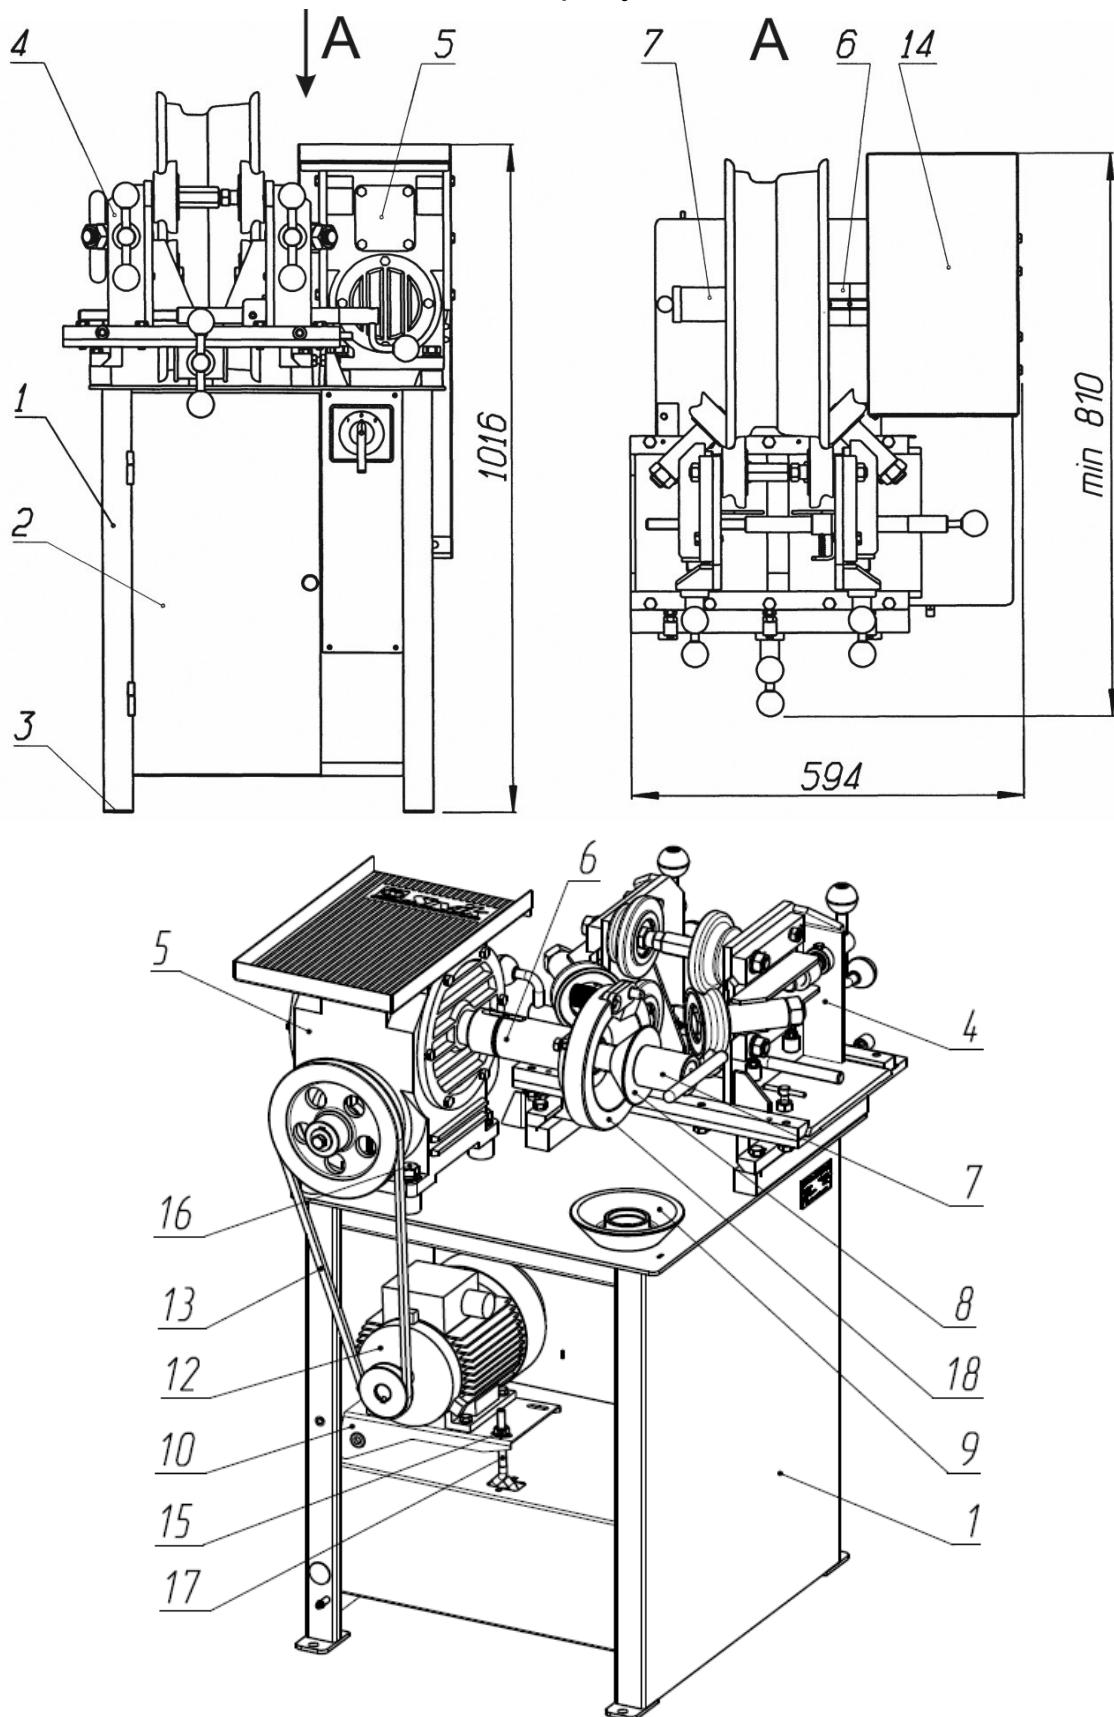
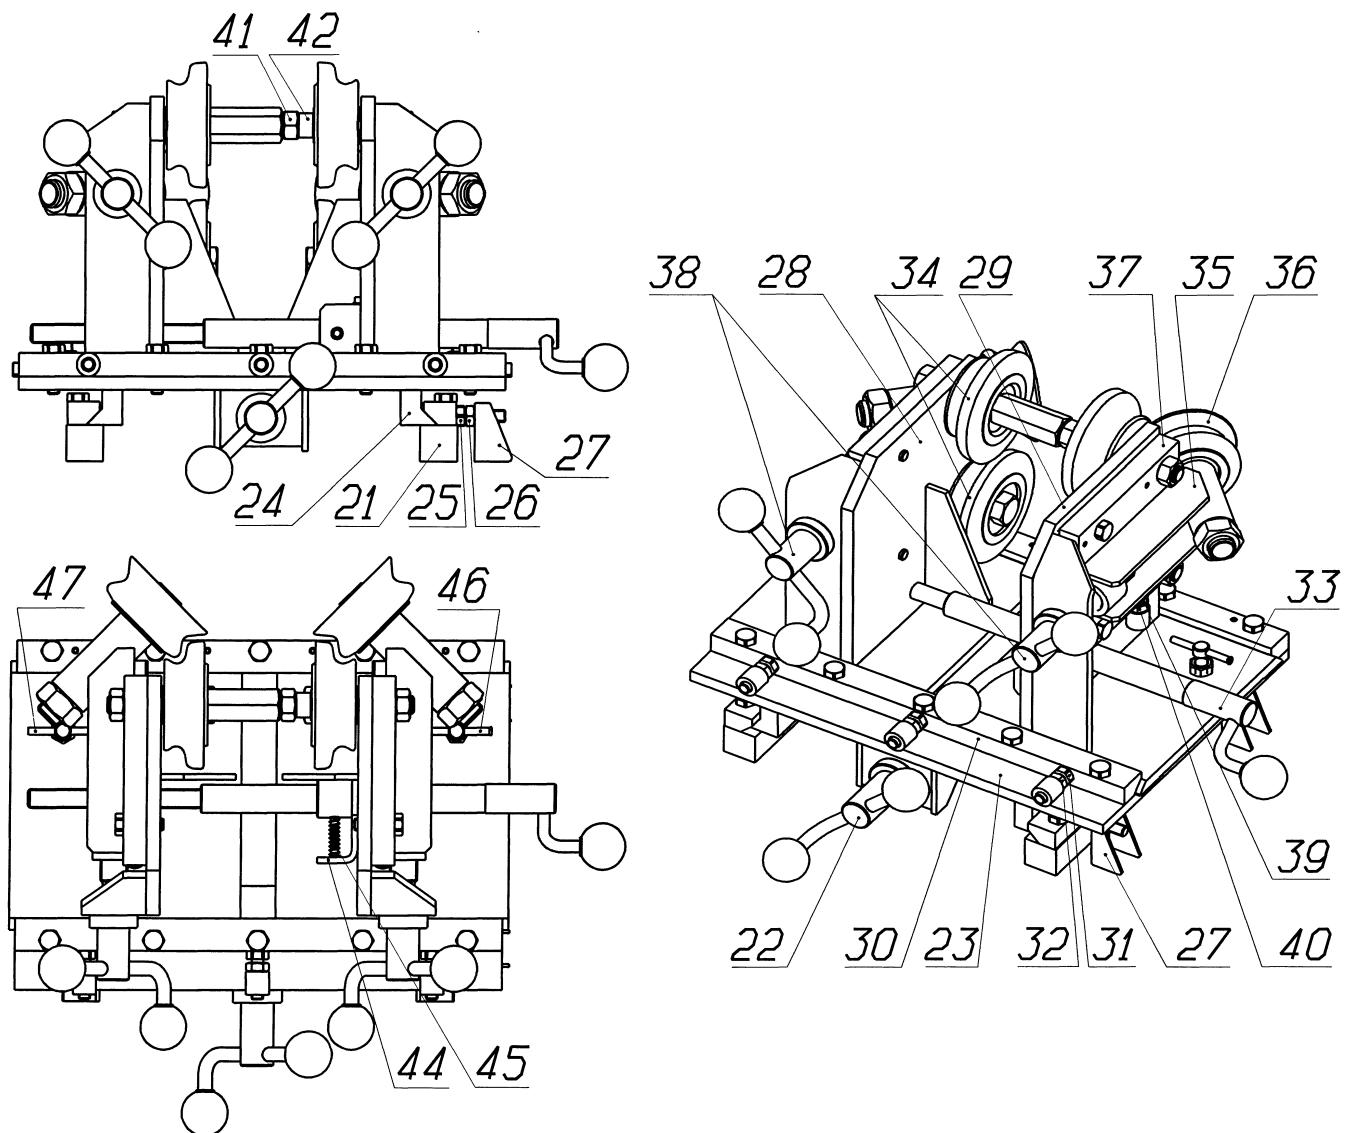

Рисунок 4.1 - Устройство стенда
Рисунок 4.2 - Устройство дископравное
Принцип работы стапа заключается в обкатке и калибровке деформированных ободьев большими и малыми правильными роликами 34,36 (рисунок 4.2).
6.2.1 Подвести большие правильные Ролики 34 (рисунок 4.2) к полкам обода колеса. Должно производиться одновременное касание обода к четырем роликам 34. Допуск не параллельности оси колеса и оси роликов по горизонтали и вертикали должен составлять не более $\pm 0,5$ мм. Болты 16 (рисунок 4.1) затянуть до отказа, соблюдая равномерность затяжки.